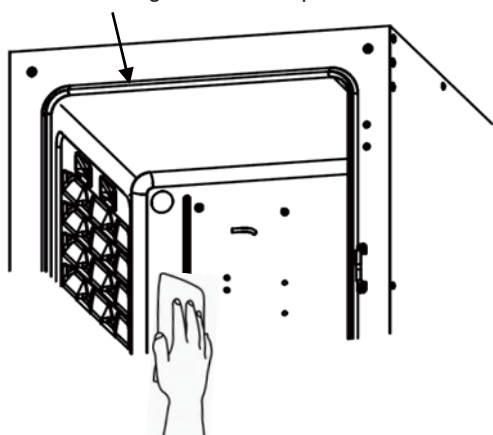

Fig. 1
2. Pulire gli accessori interni, le pareti interne della camera e le guarnizioni dello sportello interno usando una spugna o un panno inumiditi con un detersivo neutro, diluito al 5 % o meno (Fig. 1). (Un detergente non diluito può danneggiare i componenti in plastica. Per la diluzione fare riferimento alle istruzioni sul detergente).
2. Aprire gli sportelli esterni ed interni ed estrarre tutti i vassoi (Fig. 1).